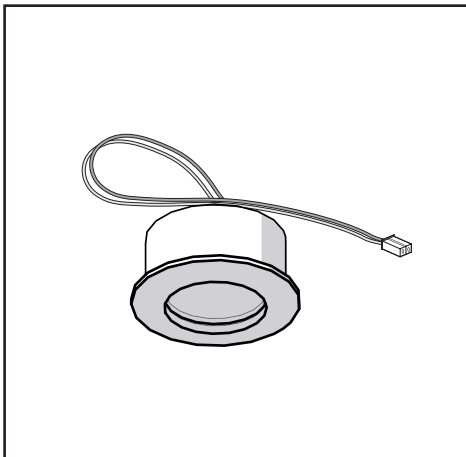

Fig. 8
Prima di procedere alle operazioni di montaggio, per una più facile manovrabilità dell'apparecchio disinnescare i filtro/i antigrasso (Fig. 8).
• **Sostituzione delle lampade LED (Fig.8):**